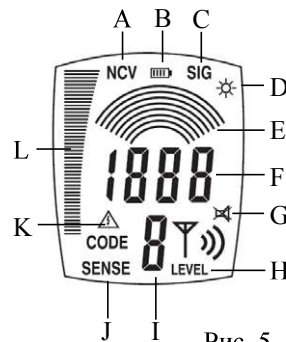

Рис. 5
- Для большей точности обнаружения на приёмнике должна быть выбрана минимальная чувствительность: все дугообразные кривые на графической шкале E (рис. 5). Настройка чувствительности производится с помощью кнопок  и  (рис. 4).